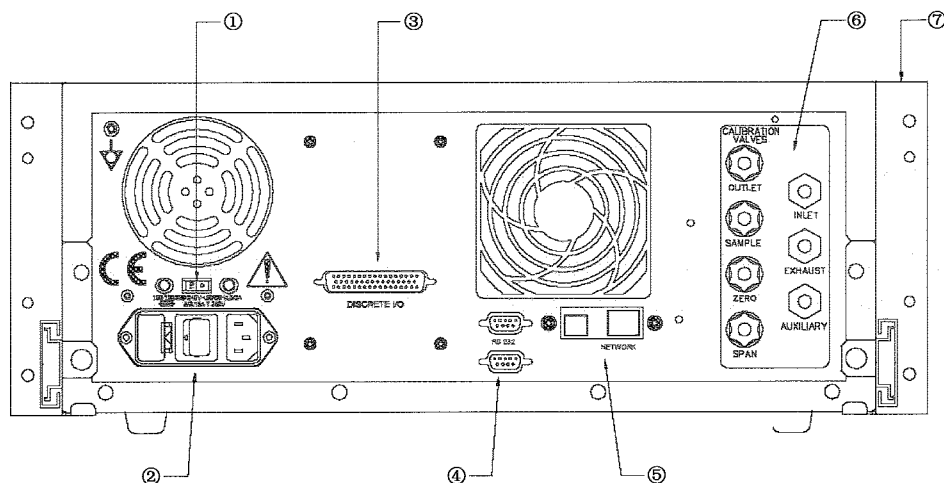

图 1-7 9810B 分析仪后面板
(3)仪器后面板如图 1-7。把采样管连接到仪器后面板的 inlet 采样进气口。安装前要确认采样管中没有杂质和污染。采样管的材料应为 Teflon, 外径为 1/4 英寸、内径不小于 1/8 英寸、长度小于 3m 的管子。EC/ML 9810B 需要一个至少 1.00SLPM 的(0.5SLPM 采样流速和 0.5SLPM overflow)经过粒子过滤器过滤并经过除湿的样品气, 可选用 5 μ m 内置过滤器。